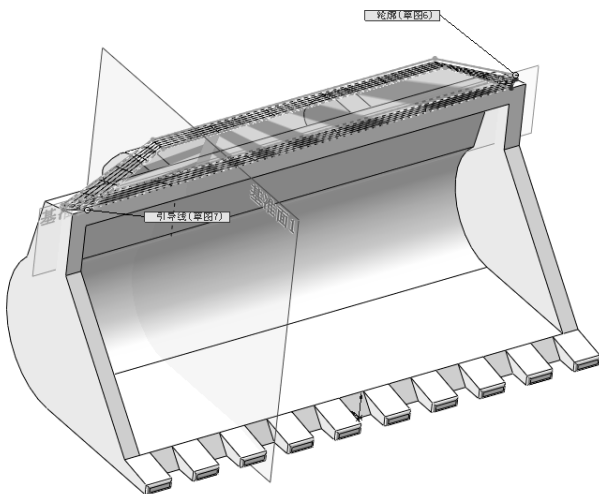
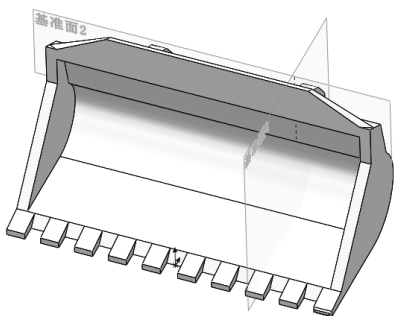

图 4-60 “放样”属性管理器
图 4-61 放样结果
**18** 放样实体。选择菜单栏中的“插入”→“凸台/基体”→“放样”命令, 或者单击“特征”控制面板中的“放样凸台/基体”按钮, 此时系统弹出图 4-60 所示的“放样”属性管理器。选择绘制的放样草图 1、2 为放样轮廓, 选择放样草图 3 为引导线, 然后单击“确定”按钮, 结果如图 4-61 所示。